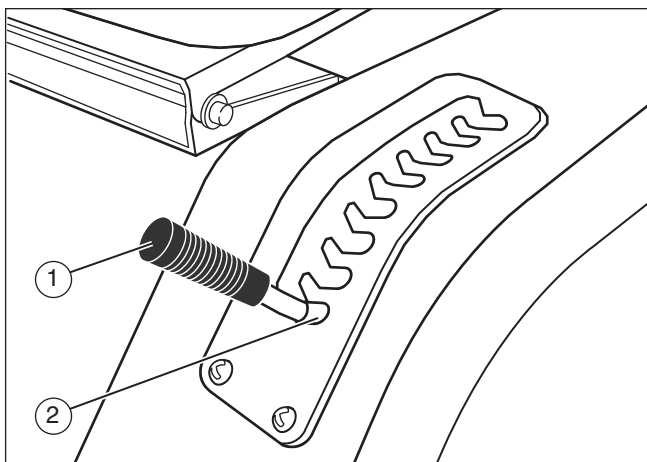
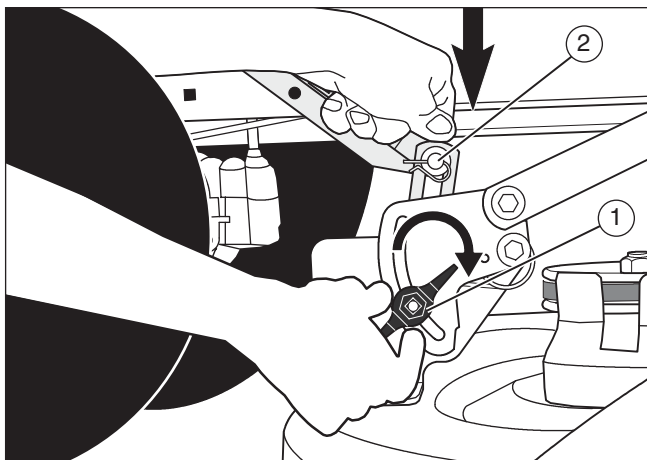

Figure 13
Figure 14
- Placer le levier de hauteur de coupe (1) à la position de coupe la plus basse (2) (Figure 13).
4. Relâcher les boulons d'ajustement de droite et de gauche (1) (**Figure 14**). Pousser vers le bas le bloc de coupe. S'assurer que chaque côté du bloc de coupe repose sur une surface plate. Veiller, de même, à ce que les liaisons de levée soient relâchées et qu'elles puissent se déplacer librement de haut en bas.
5. Appuyer sur les liaisons de levée (2) et serrer les boulons d'ajustement droit et gauche. Veiller à ce que les boulons d'ajustement soient serrés. Si nécessaire, utiliser une clé.
6. Soulever le levier de hauteur de coupe (1) (**Figure 13**).